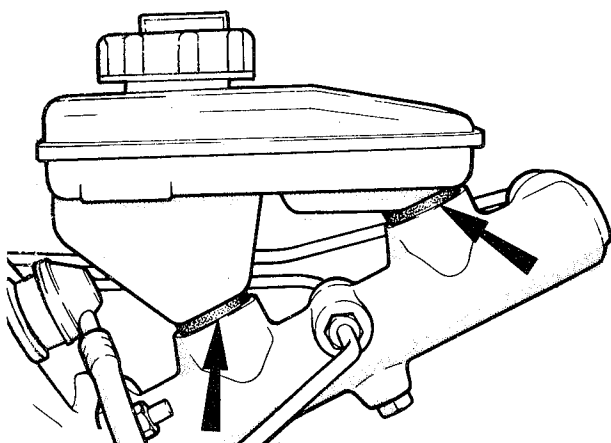

fig. 39
4. Remover os dois vedadores, no cilindro mestre, substituindo-os caso necessário (fig. 39)